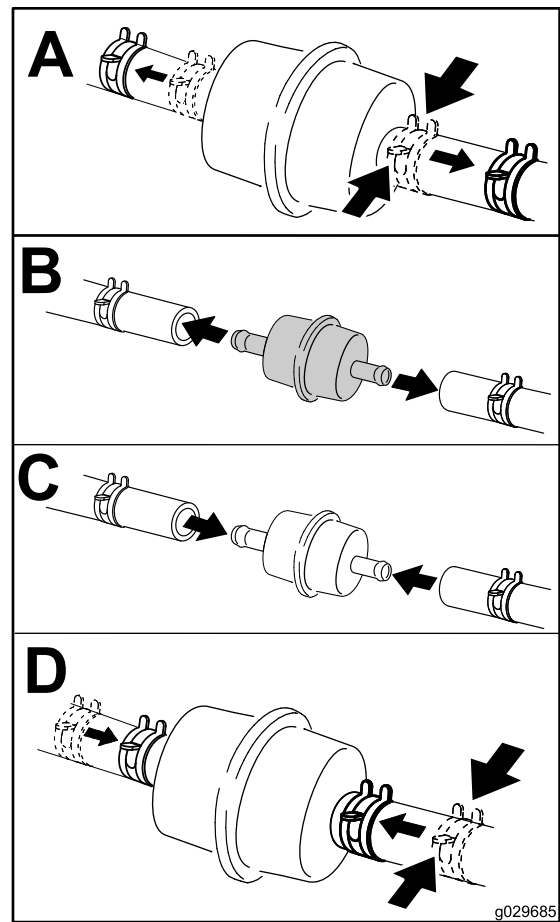

Figura 53
4. Cambie el filtro de combustible (Figura 53).